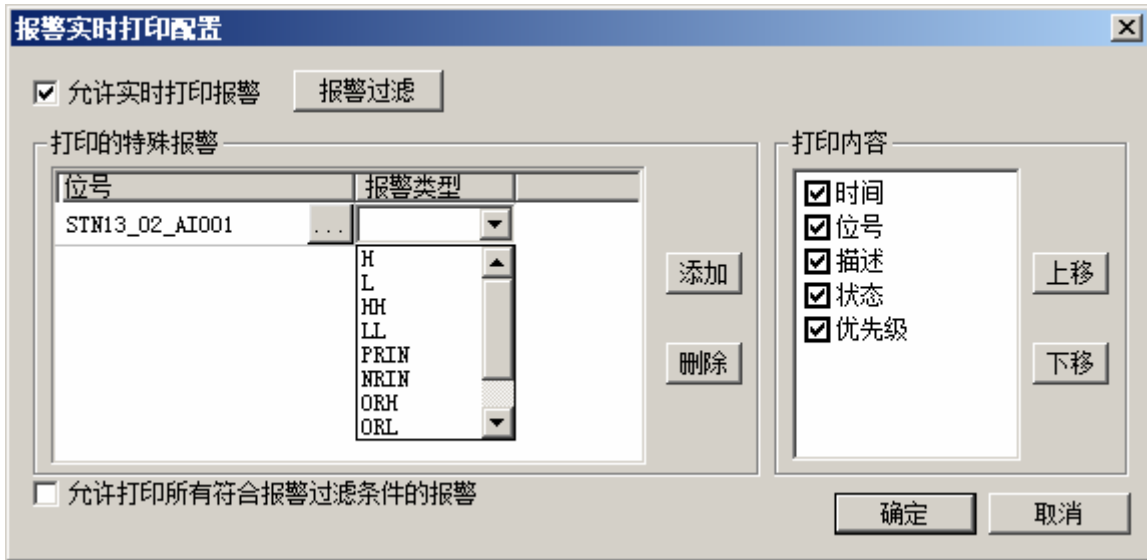

图 3-127 添加一条特殊报警
- 添加一条特殊报警：点击“添加”按钮，选择如图 3-127 所示的位号名旁的“...”，弹出位号选择器，选择所需要的位号；当选择完位号后，“报警类型”栏将根据位号类型（模拟量、开关量等）列出该类型位号所有的报警类型，选择其中一个所需要的报警类型即可。